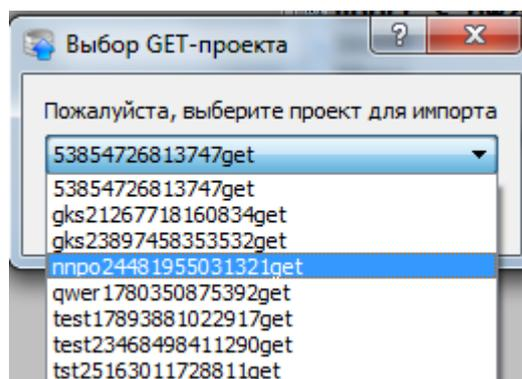

Рисунок 22
– выбрать нужный проект (рисунок 22);